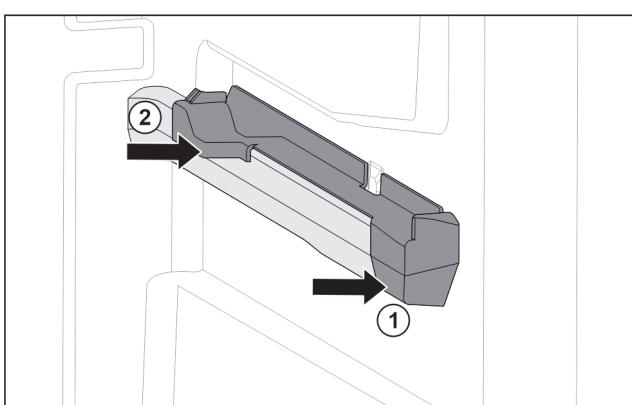

Fig. 85 Наставка върху дясното ребро на съда
- Поставете наставката отпред към реброто на съда. Fig. 85 (1)
- Притиснете наставката отзад. Fig. 85 (2)